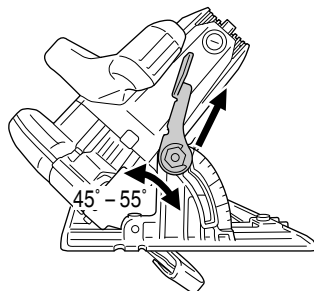

Fig. 9
Si un angle d'inclinaison de plus de 45° est utilisé, comme illustré à la Fig. 9, déplacer le levier (A) vers l'extérieur. La lame de scie peut être inclinée à un angle maximal de 55° par rapport au socle. Toujours veiller à bien resserrer le levier (A) après avoir réglé l'angle.